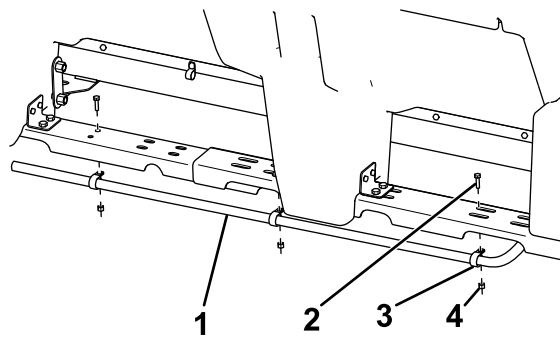

Figure 30
1. Fixez les 3 clips au long flexible de la cuve et fixez-les à la surface inférieure du longeron de cadre à l'aide de 3 boulons (1/4 x 1 po) et écrous (Figure 30).